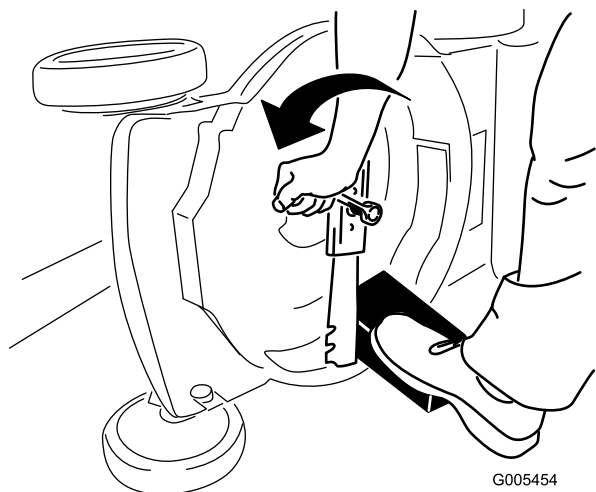

Figure 22
3. Immobilisez la lame avec un morceau de bois (Figure 22).
4. Déposez la lame mais ne jetez pas les fixations (Figure 22).